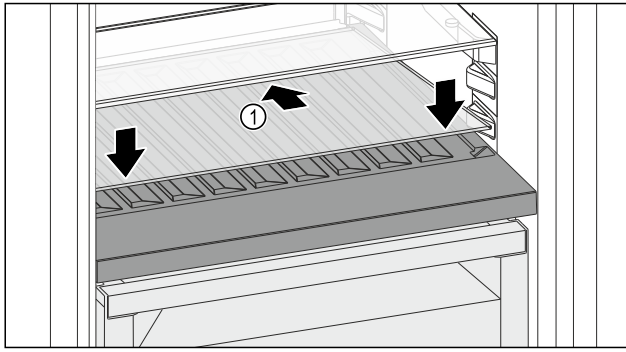

Fig. 98
- ▶ Glasplaat Fig. 98 (1) schuin naar achteren en naar beneden plaatsen.
- ▶ Glasplaat Fig. 98 (1) aan de voorzijde laten zakken.